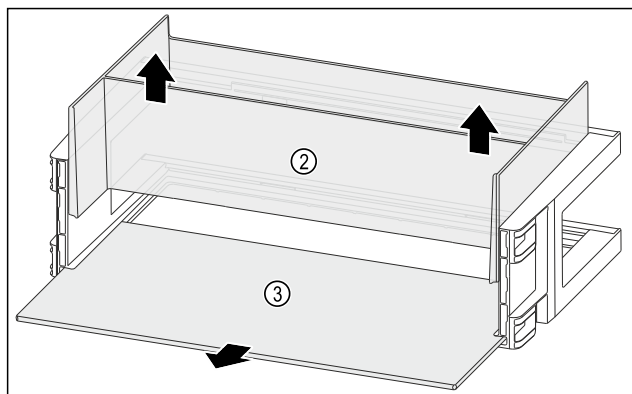

Fig. 116
- Organizer Fig. 116 (2) nach oben entnehmen.
- Abstellfläche Fig. 116 (3) entnehmen.